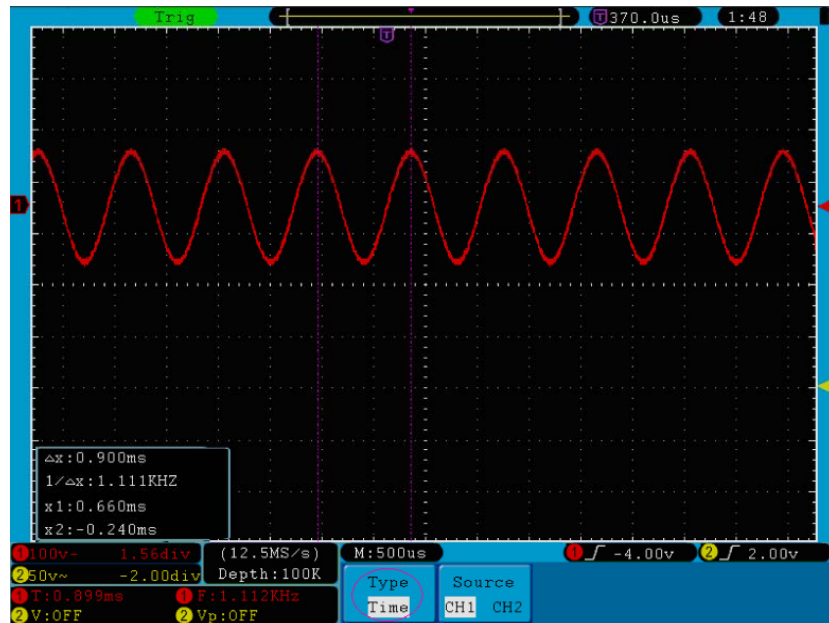

Abb. 73 Wellenform bei der Messung mit dem Cursor
4. Stellen Sie die Positionen von **CURSOR1** und **CURSOR2** entsprechend der zu messenden Wellenform ein; es erscheinen dann Zyklus und Frequenz von Cursor 1 und Cursor 2 im Fenster. Die aktuelle Position von Cursor 1 wird unter Cursor1, die von Cursor 2 unter Cursor2 angezeigt (siehe **Abb. 73**).